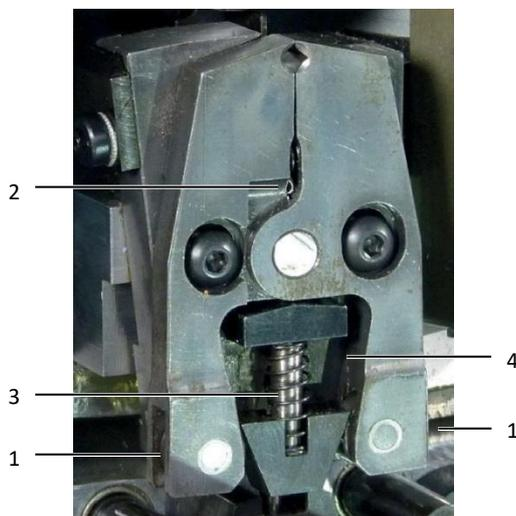

Fig. 26: Utensile di crimpatura
- Verificare che i rulli (fig. 26, pos. 1) in corrispondenza dell'utensile di crimpatura siano in grado di muoversi liberamente.
- Verificare che i rulli (fig. 26, pos. 2) in corrispondenza delle tenaglie di bloccaggio dei puntalini siano in grado di muoversi liberamente.
- Lubrificare il perno di guida (fig. 26, pos. 3) dell'unità di fissaggio dei trefoli.
- Lubrificare le superfici di scorrimento laterali (fig. 26, pos. 4) dell'unità di fissaggio dei trefoli.